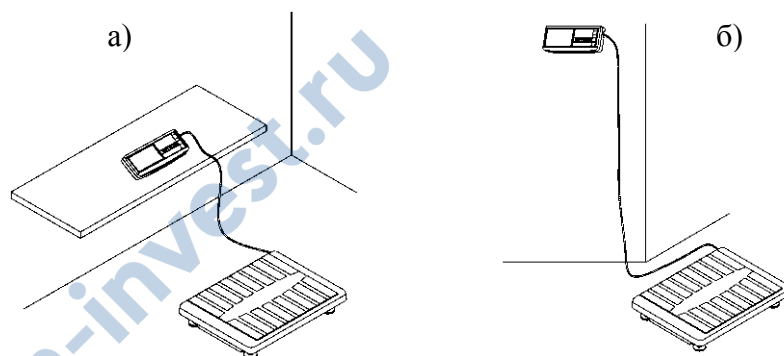

Рис. 7.1 - Варианты размещения устройства индикации:
- Выбрать удобный вариант размещения устройства индикации для работы с весами (Рис. 7.1). При необходимости увеличения расстояния между весовой платформой и устройством индикации используйте удлинительный кабель, имеющийся в комплекте весов.